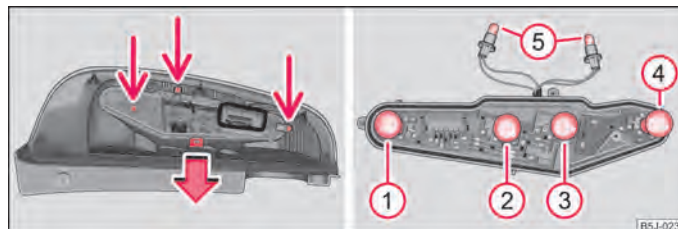

Fig. 161 Smontaggio della parte centrale della lampada / posizione di montaggio delle lampadine
- Per raggiungere la lampada, svitare la parte centrale della lampada e allentare il bloccaggio ⇒ fig. 161 - a sinistra.
- Per sostituire la lampadina della luce di posizione, girare la lampada ⑤ verso sinistra fino alla battuta (nella direzione delle frecce sull'alloggiamento) ed estrarlo dall'alloggiamento ⇒ fig. 161.
Posizione di montaggio delle lampadine nel gruppo ottico posteriore ⇒ fig. 161 lato destro.